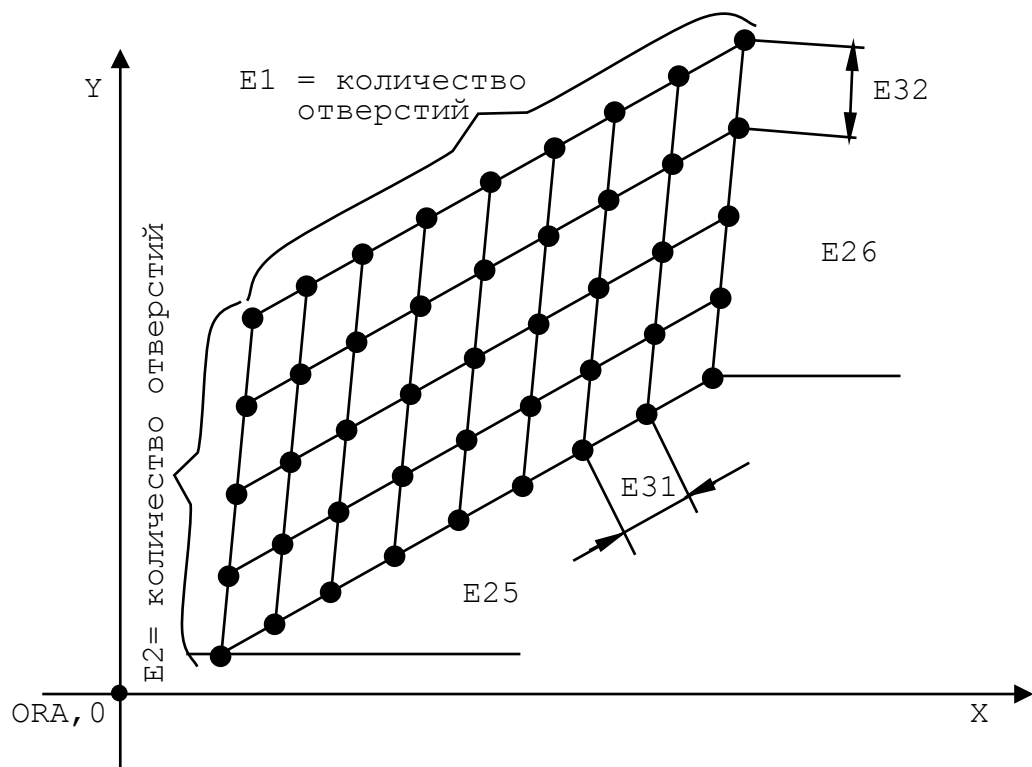

Рисунок 2.130
3) Решётка с отверстиями. Этому примеру соответствует рисунок 2.130.